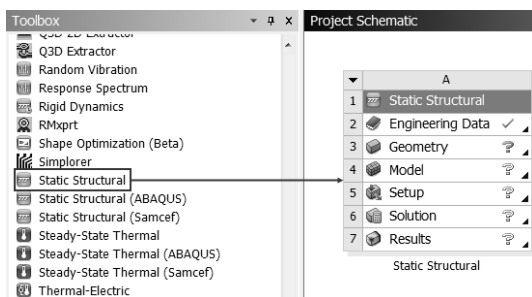

图 5-162 创建分析项目 A
Step2：双击主界面 Toolbox（工具箱）中的 Analysis Systems Static Structural（静态结构分析）选项，即可在 Project Schematic（项目管理区）创建分析项目 A，如图 5-162 所示。